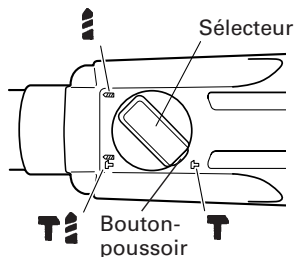

Fig. 11
Le foret de ce marteau rotatif peut être mis en mode de percussion uniquement en appuyant sur le bouton presseur et en tournant le sélecteur sur le repère **T**. (Fig. 11)
- (3) Tourner le sélecteur sur le repère **T**. (Fig. 11)